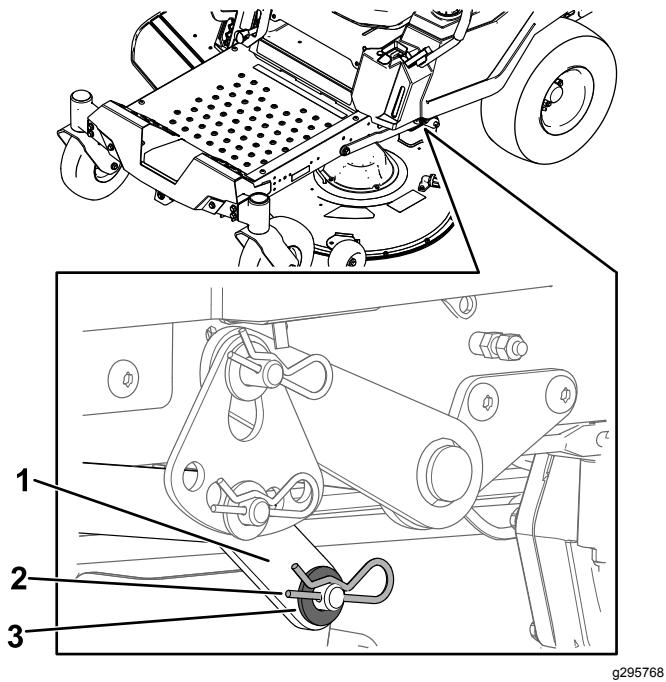

Figura 70
- En un lado de la máquina, retire la arandela y la chaveta del pasador de la carcasa (Figura 70).
- Retire el brazo de elevación del pasador de la carcasa (Figura 70).
- En un lado de la máquina, eleve la parte trasera de la carcasa del cortacésped e instale el brazo de elevación en el pasador de la carcasa (Figura 70).
- Instale el brazo de elevación con la arandela y la chaveta (Figura 70).